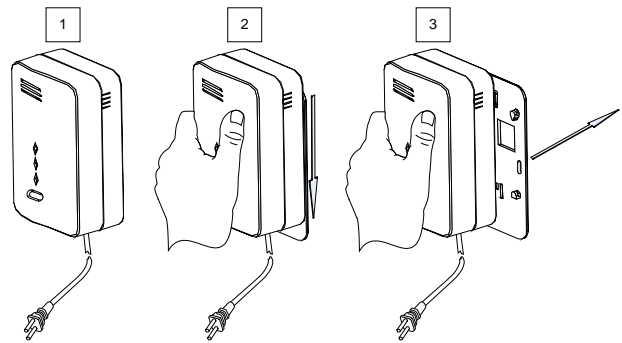

Bild 1
1. Entfernen Sie den Montagehalter vom Melder wie in Bild 1